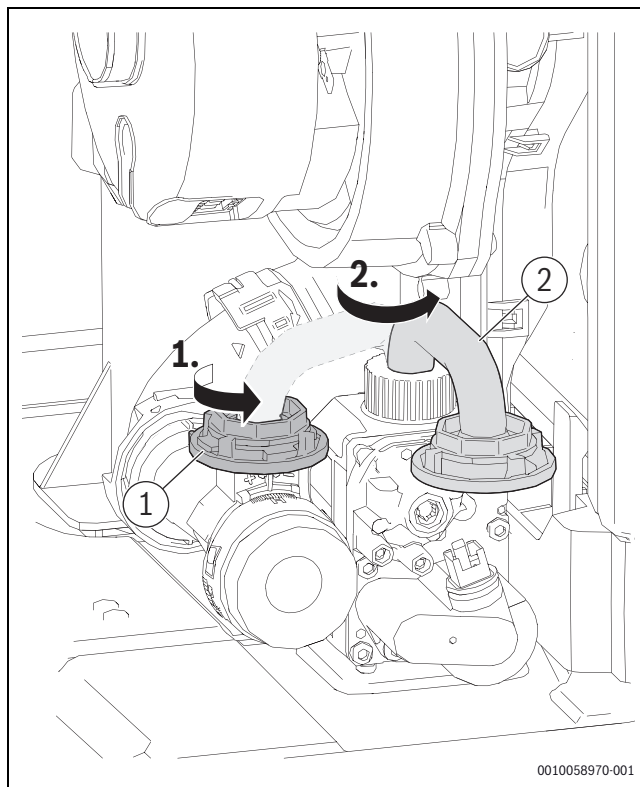

Bild 81 Verriegelung der Einstelldüse öffnen
- Um das kleine Gasrohr [2] wieder anzuschließen, Gasrohr nach links bewegen und Verriegelung der Einstelldüse [1] schließen (→Bild 81, Seite 64).